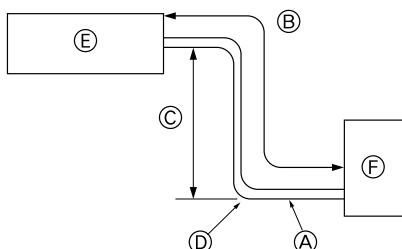

Fig. 2-1
① Kopplingsrör ×1
2.1. Kylmedelsrör (Fig. 2-1)